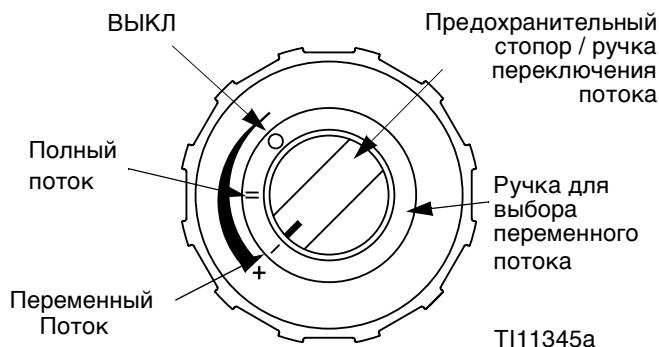

Рис. 27
2. Поверните рукоятку выбора потока в положение изменяемого потока. Смотрите Рис. 27.
3. **ВЫКЛЮЧИТЕ** воздушный клапан (W).
Для распыления с меньшим потоком нажмите и поверните рукоятку выбора потока в нужное положение. Смотрите Рис. 27.
Для распыления с полным потоком нажмите и поверните рукоятку выбора потока в положение полного потока. Смотрите Рис. 27.
Ручка регулировки уровня потока не работает, если кнопка выбора находится в положении аварийной блокировки. Смотрите Рис. 27.
5. Откройте воздушный клапан и клапаны жидкости. Убедитесь, что ручка выбора потока установлена в положение переменного потока. Смотрите Рис. 27.